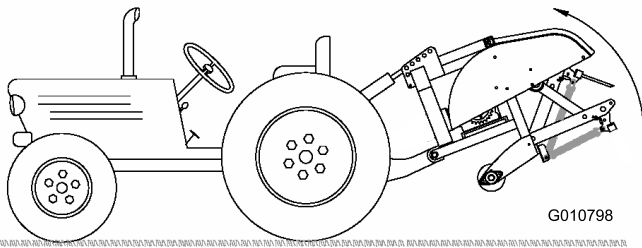

图11
2. 完全升起打孔机并完全缩回液压顶部连杆油缸或上连杆图11。